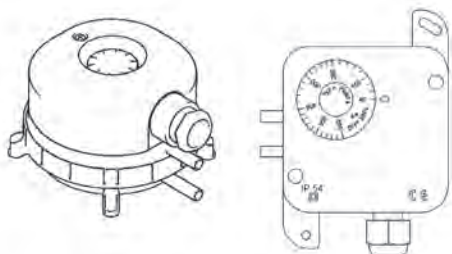

Рис. 12
- Реле давления, используемые для индикации загрязненности фильтров, показаны на Рис. 12